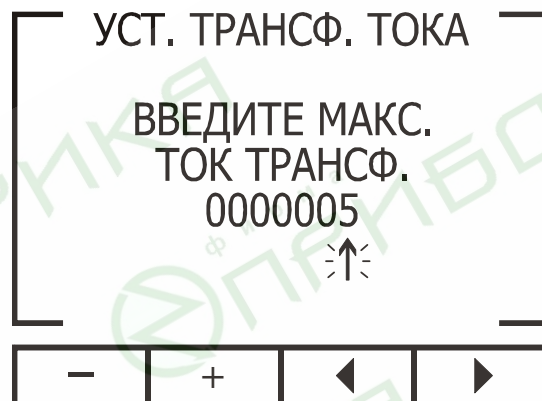

Рис. 12
6. Выберите пункт **Уст. Трансф. Тока** и нажмите «Enter». На дисплее появится экран установки первичного тока трансформатора (рис. 12).